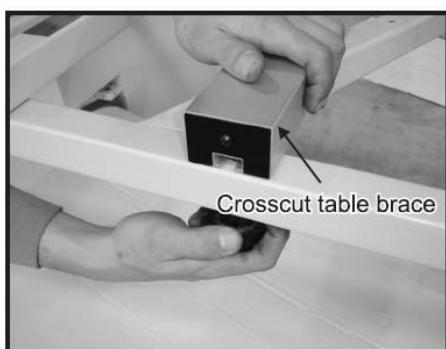

Fig. 20
- Совместите Т-образные гайки, вставленные в опору поперечного стола, с отверстиями в этой опоре и ввинтите регулировочные ручки (M8-1,25x25) с плоскими 8-миллиметровыми шайбами в Т-образные гайки (см. рис. 20).